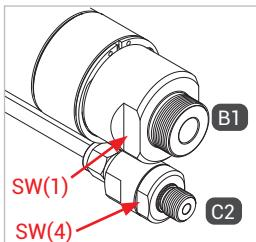
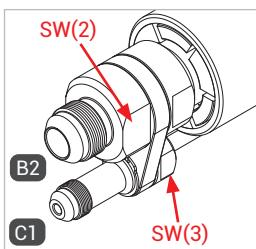

Abbildung 3
Abbildung 4
- ▶ Halten Sie beim Montieren des Füll- und Rückföhrschlauches, der Medienleitung und der Gasrückführung an den Anschlässen „B1“, „B2“, „C1“ und „C2“ an den Schlüsselflächen SW(1), SW(2), SW(3) und SW(4) (*Abbildung 3* und *Abbildung 4*) mit einem Gabelschlüssel gegen.
- ▶ Verschrauben Sie die Betriebsmedienzuleitung „B1“ druckdicht mit der Medienleitung der Tankstelle (*Abbildung 3*). Anzugsdrehmoment siehe untenstehende Tabelle.
- ▶ Verschrauben Sie die Gasrückführung „C2“ druckdicht mit der Gasrückführung der Tankstelle (*Abbildung 3*). Anzugsdrehmoment siehe untenstehende Tabelle.
- ▶ Verschrauben Sie die Betriebsmedienableitung „B2“ druckdicht mit dem Anschluss des Füllschlauches (*Abbildung 4*). Anzugsdrehmoment siehe untenstehende Tabelle.
- ▶ Verschrauben Sie die Gasrückführung „C1“ druckdicht mit dem Anschluss des Rückföhrschlauches (*Abbildung 4*). Anzugsdrehmoment siehe untenstehende Tabelle.